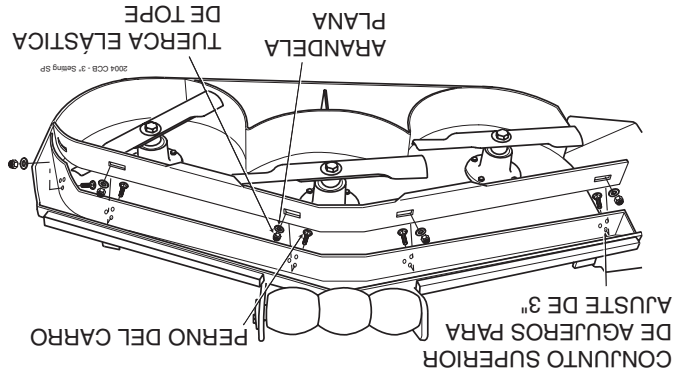

Figura 6-8. Posición 3" del deflector de corte personalizado
- A. Posición 3" - el deflector se instala usando el conjunto superior de agujeros en el deflector frontal soldado dentro de la plataforma de corte. (Vea la Figura 6.8). La plataforma de corte Advantage entregará la mejor calidad de corte en césped muy alto, tieso y difícil de cortar.